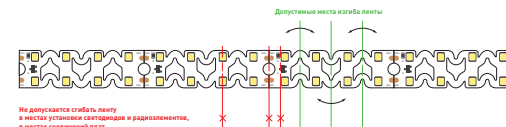

Рис. 5. Места сгиба ленты
- Максимальный угол изгиба на плоскости 10 градусов. Минимальный диаметр изгиба на плоскости  $D_{min} \geq 320$  мм. Сгибать ленту можно только в обозначенных местах (рис. 5)